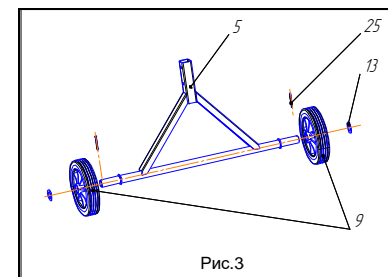

Рис.3
9.1. Установить на оси опоры правой поз.5 два колеса поз.9, шайбы поз.13, вставить в отверстия оси два шплинта поз.25, согласно рис.3. Расшплинтовать шплинты, используя плоскогубцы.